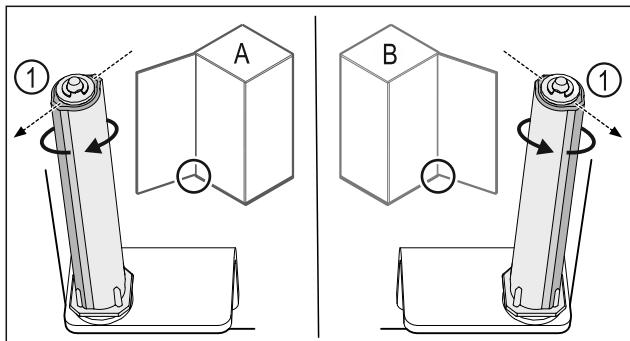

Fig. 55 Отваряне наляво (A) / отваряне надясно (B)
- ▶ Въртете затварящата система срещу съпротивлението, докато реброто на затварящата система Fig. 55 (1) сочи навън.